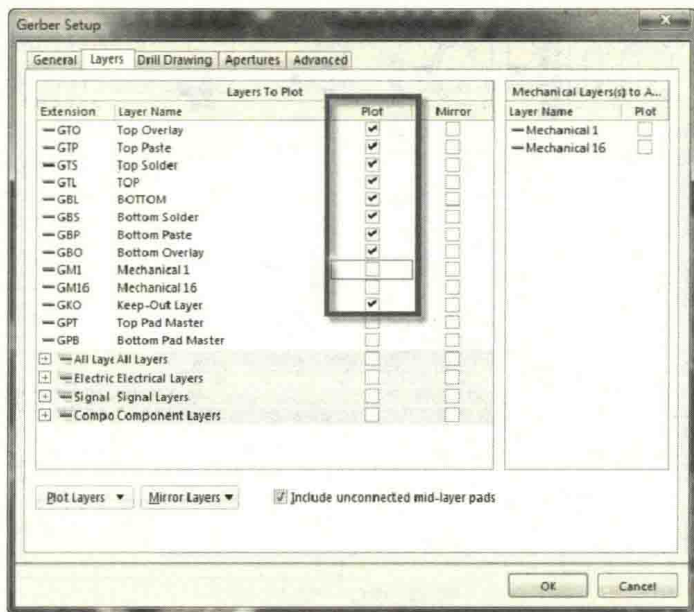

图 12-71 层的输出选择
(2) “Layers”选项里面，在“Plot Layers”下拉菜单中选择“Used on”选项，表示用到的层进行选择，需要检查一下，不要丢掉层，不需要的层可以取消勾选；在“Mirror Layers”下拉菜单中选择“All off”选项，表示全部关闭；层的输出选择如图 12-71 所示。